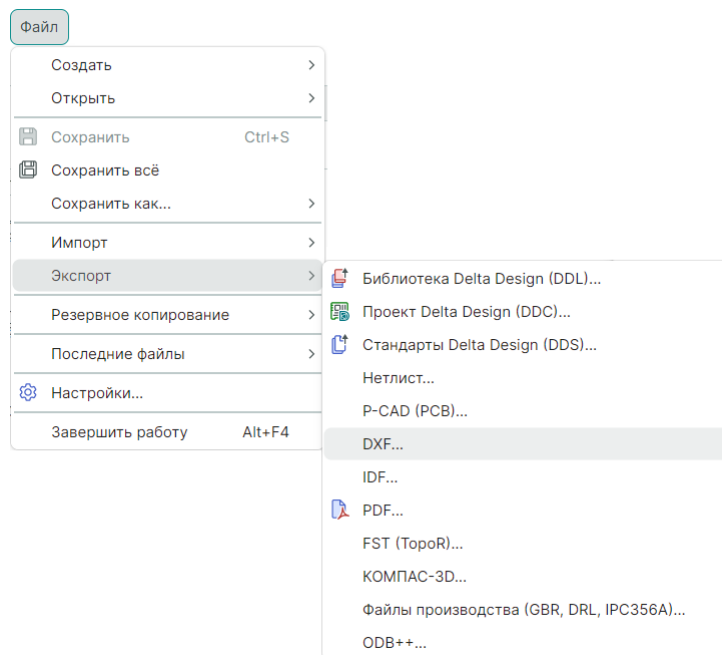

Рис. 20 Вызов экспорта из главного меню
3. При открытом редакторе платы проекта вызов экспорта DXF также доступен из главного меню программы: раздел «Файл» → «Экспорт» → «DXF...», см. Рис. 20.